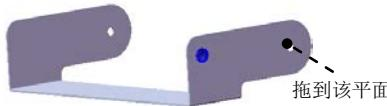

图 14.5.19 成形特征 1
Step6. 创建图 14.5.19 所示的成形特征 1。
- (1) 单击任务窗格中的“设计库”按钮 D ，打开“设计库”对话框。
- (2) 单击“设计库”对话框中的 **ch14** 节点，在“设计库”下部的列表框中选择
“watchband_shaped_tool_03”文件并拖动到图 14.5.19 所示的平面，在弹出的“成形工具特征”对话框中单击✓按钮。